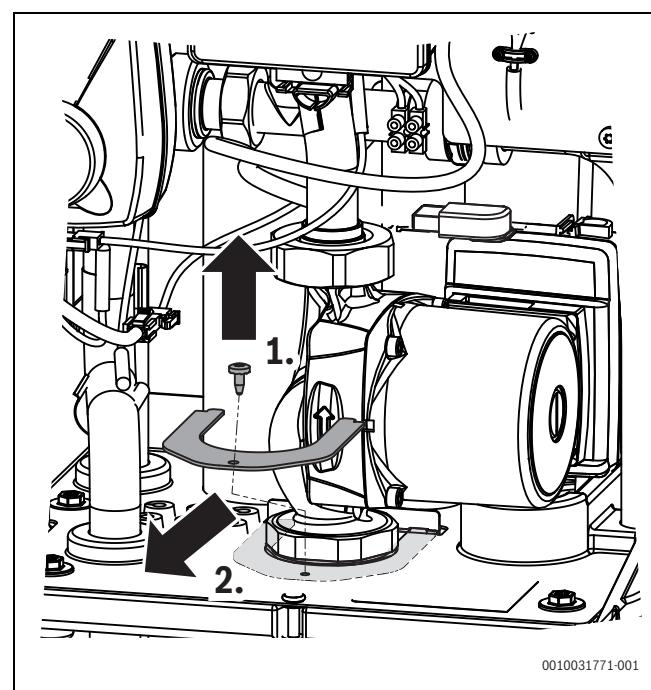

Fig. 42 Rimozione della lamiera di sicurezza
- ▶ Rimuovere la vite di sicurezza ed estrarre da davanti la lamiera di sicurezza (→fig. 42).